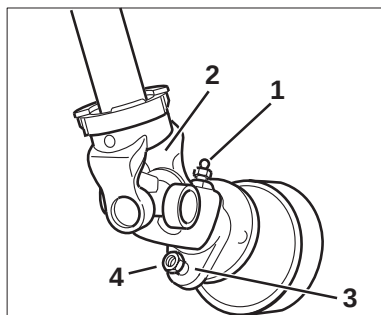

Fig. 5.4
- smeernippel (fig. 5.4/1) eruit draaien en koppelingsas (fig. 5.4/2) opsteken
- aansluitgaffel (fig. 5.4/3) met breekbout (fig. 5.4/4) bevestigen
- smeernippel (fig. 5.4/1) weer monteren